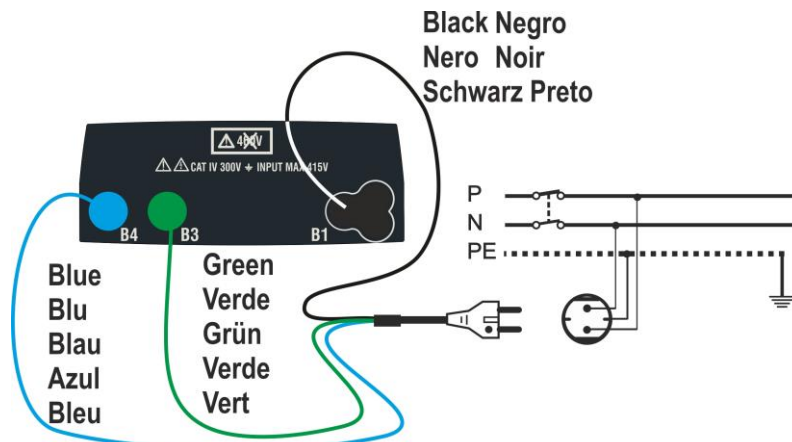
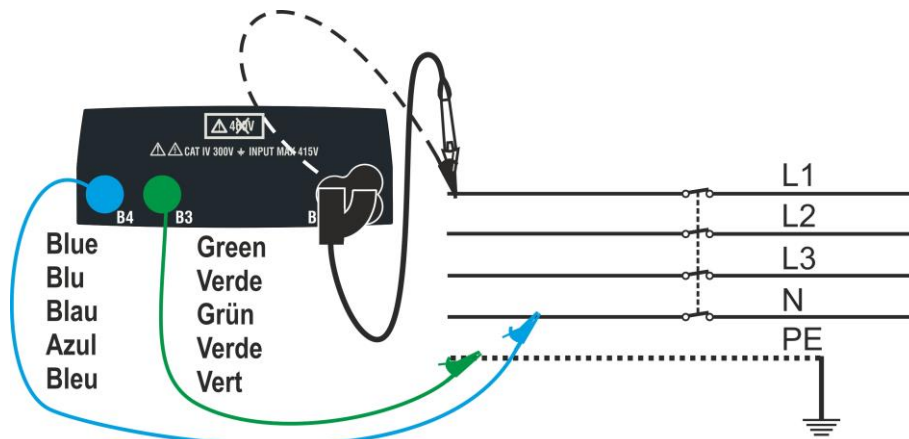

Fig. 8 : Connexion de l'instrument par câble avec prise Shuko
Fig. 9: Connexion à l'instrument avec des câbles individuels et une embout à distance
- Insérer les connecteurs vert, bleu et noir du câble shuko à trois broches dans les conducteurs d'entrée B1, B3 et B4 correspondants de l'instrument. En alternative, utiliser les câbles individuels et appliquer les pinces crocodiles respectives aux extrémités libres des câbles. Il est possible aussi d'utiliser le câble à distance en insérant son connecteur multipolaire dans le câble d'entrée B1. Brancher la fiche Shuko, les pinces-crocodiles ou l'embout à distance au secteur électrique conformément à la Fig. 8 ou Fig. 9